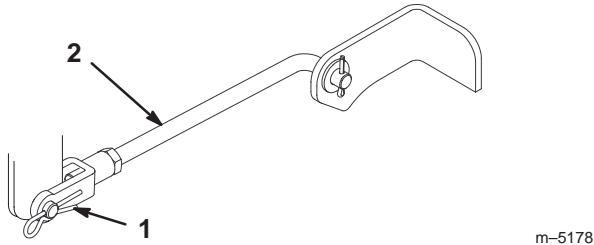

Figure 45
- Enlevez la goupille fendue et l'axe de chape des tourillons avant (Fig. 45).
- Fixez les tourillons avant à la machine à l'aide des axes de chape et des goupilles fendues (Fig. 45).